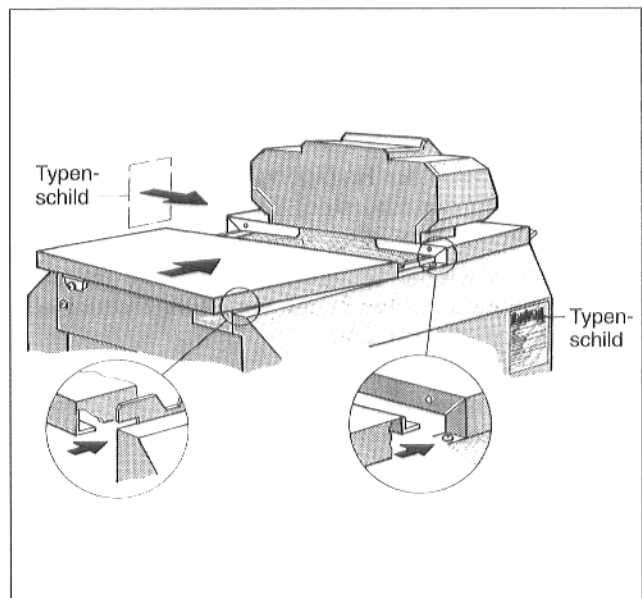

Abb. 28
- Hintere Kesselhaube oben auf die rechte und linke Seitenwand auflegen und die nach oben gebogene Abkantung unter vordere Kesselhaube schieben (Abb. 28).
- Hintere Abkantung rechts und links in die Schlitz der Seitenwand einschieben (Abb. 28).
- Zweites Typenschild je nach örtlichen Verhältnissen auf rechte oder linke Seitenwand aufkleben (Abb. 28).